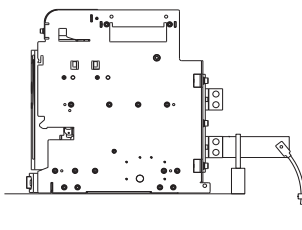

Рис. 1
- Удлиненные выводы должны иметь изолированную опору, а кабель должен быть закреплен на твердой поверхности (рис. 1).